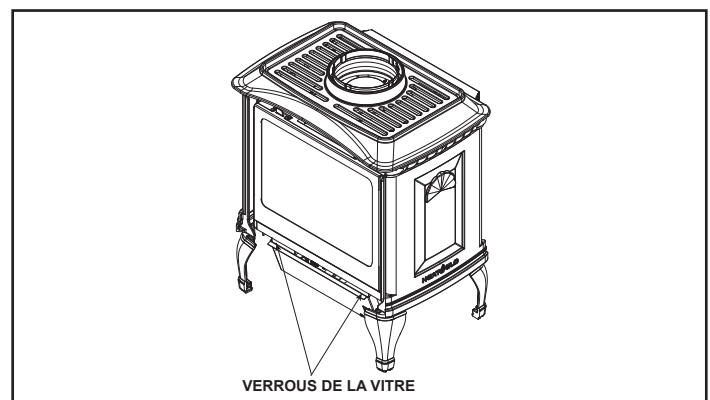

Figure 4.2 Retirer le cadre de la vitre
- Dégagez les deux verrous de la vitre des coins inférieurs de l'appareil. Retirez la vitre de l'appareil. Voir la Figure 4.2.